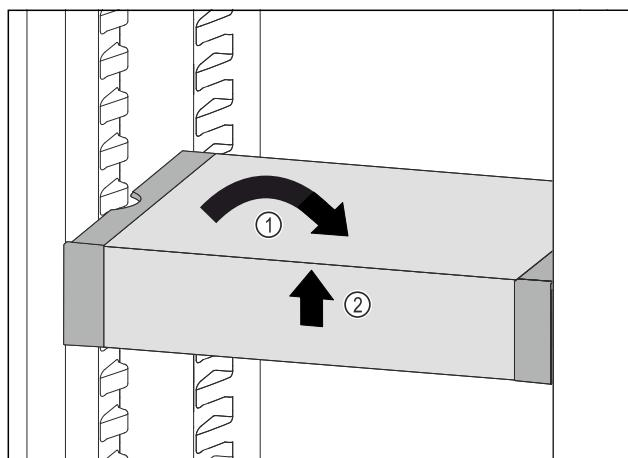

Fig. 64
- VarioSafe postavte rovně. Fig. 64 (1)
- VarioSafe vpředu zvedněte. Fig. 64 (2)